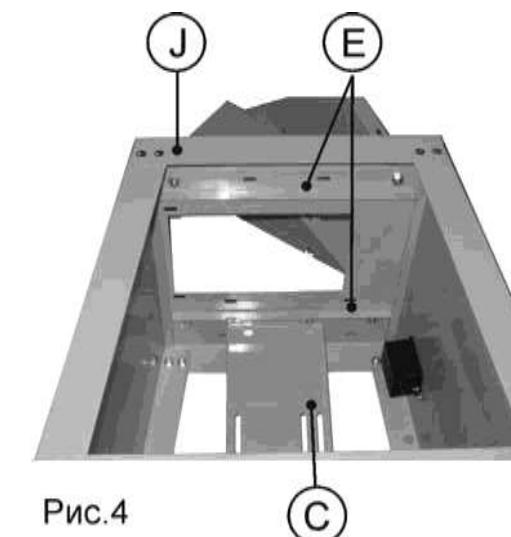

Рис.4
- 8.1.4. Закрепите к верхней плите (J) два верхних уголка (Е) при помощи болтов с квадратными подголовками, шайб и гаек, Рис. 4.
8.1.6. Установите плиту узла двигателя (С) при помощи болтов с квадратными подголовками шайб и гаек, Рис. 4.